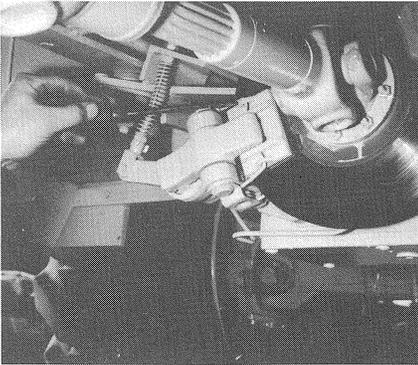

Bild 54
- (1) Feststellbremse lösen.
- (2) Mit Montiereisen Haltefedern aus dem Bremsklotz heraushebeln (Bild 54/Pfeil).